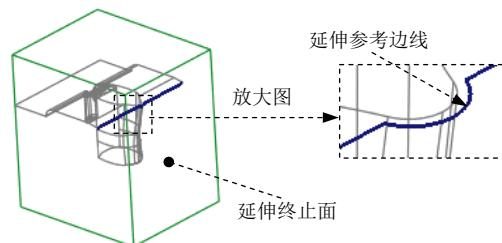

图 17.18 延伸参考边线
- (1) 选取图 17.18 所示的复制曲面的边线。
- (2) 单击 **分型面** 功能选项卡 **编辑** ▾ 区域的 **延伸** 按钮, 此时出现 **延伸** 操控板。
- (3) 选取延伸的终止面。在操控板中按下 按钮, 选取图 17.18 所示的坯料表面为延伸的终止面。